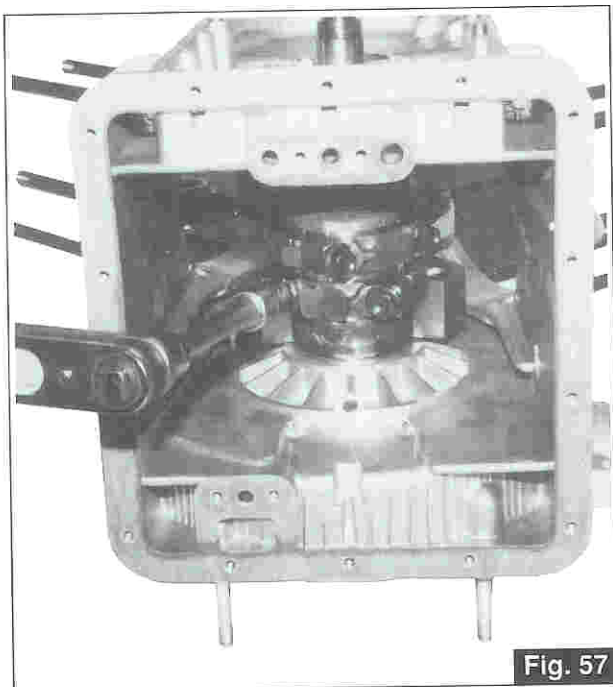

Fig. 57
- Dall'interno del basamento svitare le viti di accoppiamento delle bielle e togliere le bielle stesse. Al successivo rimontaggio dato l'elevato carico e le sollecitazioni alle quali sono sottoposte, dette viti dovranno essere sostituite con viti nuove. Bloccare alla coppia di serraggio di Kgm 6,1÷6,6 (Fig. 57).
- Unscrew the con-rod screws from inside the crank-case and remove the connecting rods.. These screws are exposed to considerable load and stress and must be replaced with new ones when reassembling. Torque up to 6.1÷6.6 Kgm (Fig. 57).